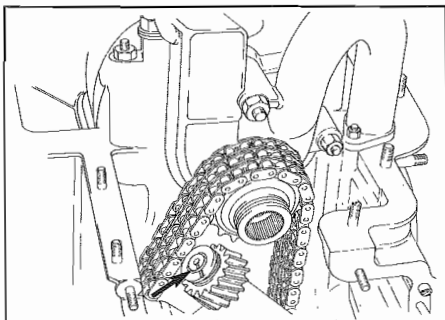

Fig. 78 - Riferimenti allineati
- L'ingranaggio e l'alberino hanno all'estremità due intagli di riferimento che dovranno essere allineati (**Fig. 78**).
- Gear and shaft have at their end two reference-cuts which must be aligned (**Fig. 78**).